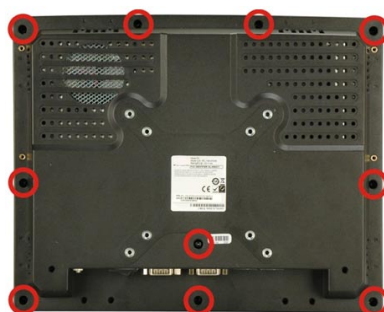

Abbildung 4-1: Halteschrauben Rückteil
Schritt 1: Entfernen Sie die Halteschrauben (**Abbildung 4-1**) und heben Sie die Abdeckung leicht an.